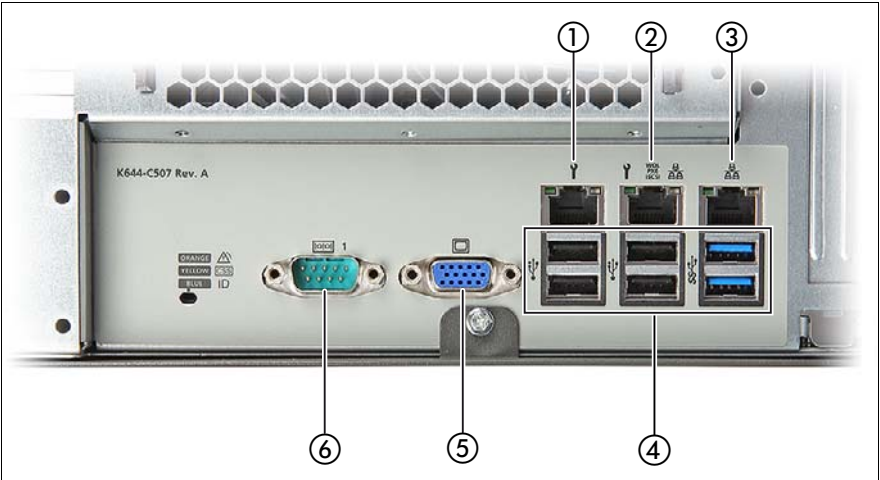

図 2: 背面のコネクタパネル
- ▶ モニタをサーバのビデオコネクタに接続します（52 ページ の図 2 を参照）。